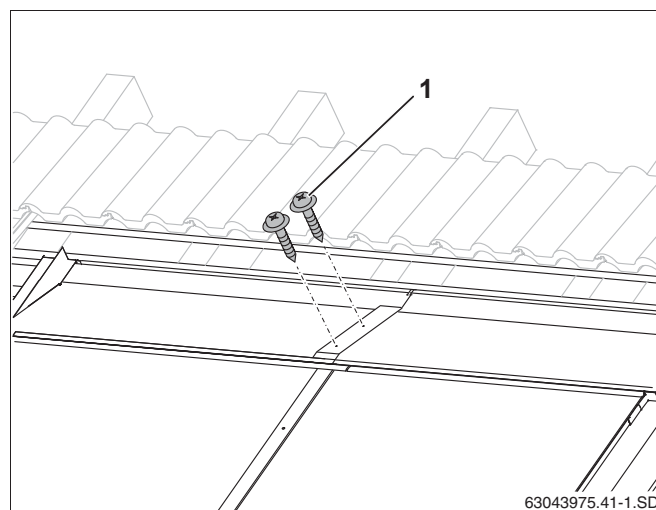

Рис. 59 Соединение верхних накладных листов саморезами
- ▶ Места перехлеста листов закрепите тремя прилагаемыми саморезами длиной 25 мм (рис. 59, **поз. 1**).